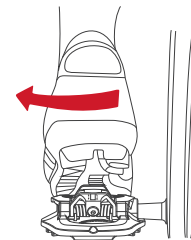

Figura 6. Torção lateral para desengatar
- Para desengatar o sapato do pedal, afasta o teu calcanhar lateralmente da bicicleta (Figura 6).